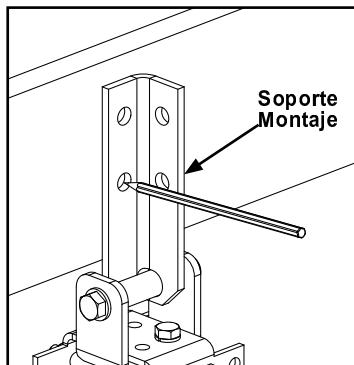

Figura 3-4
Paso 2. Utilice el soporte de la Percha como plantilla, transfiera el patrón de orificios en la Estructura superior. Taladre orificios con broca 17/32" (13 mm). Vea figura 3-4 y 3-5.